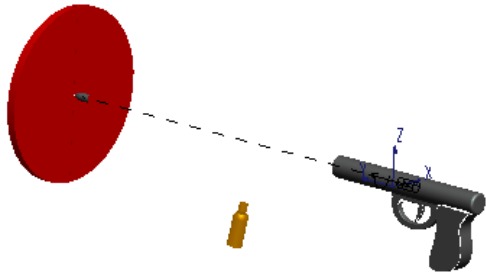

图 10.3.22 创建第三个快照
(3) 创建第三个快照。采用步骤 (2) 中的方法分别拖动子弹和弹壳，位置如图 10.3.22 所示，创建第三个快照。